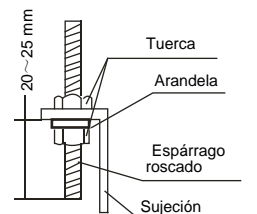

Fig. 4-11
- Coloque la sujeción en el espárrago roscado. (vea la Fig. 4-11)